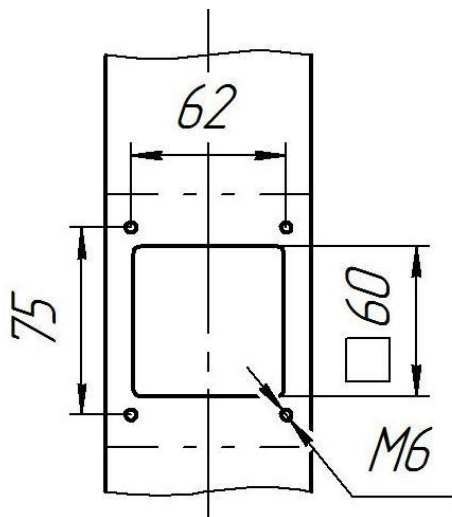

Рис. 4. Разъем крепления патрубка пылеотсасывающего аппарата.
9.5 Для подключения пылеотсасывающего агрегата на станке имеется разъем крепления патрубка (см. рис.4), разъемы расположены на задних стенках кожухов;